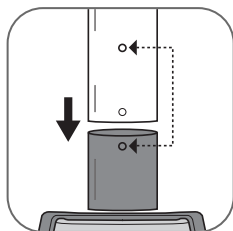

fig. 3
3. Insérez le pôle dans la base en appuyant vers le bas, jusqu'à ce que les trous du mât et de la base soient au même niveau, de manière à remettre la vis. Si les trous ne correspondent pas, vérifiez que les clips du mât soient bien déverrouillés. **(fig. 3)**